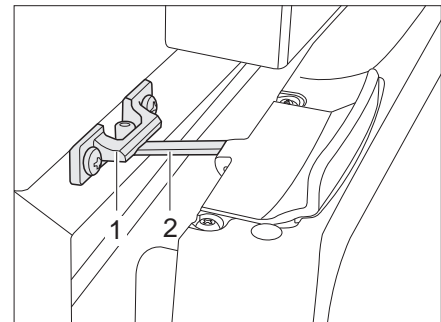

Bild 240 Kälteboxtür in Lüftungsstellung (Thetford)
- Verriegelung (Bild 240,2) aufklappen und in der Verriegelungsaufnahme (Bild 240,1) einrasten. Die Kälteboxtür bleibt damit leicht geöffnet.